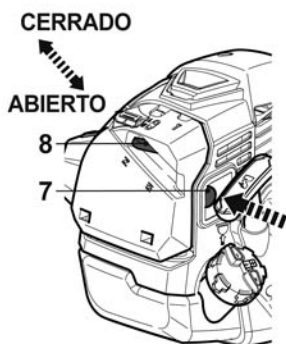

Fig. 21
- > Coloque el obturador [8] en la posición **CERRADO**  y presione el cebador [7] hasta que se vea el combustible (Fig. 21).